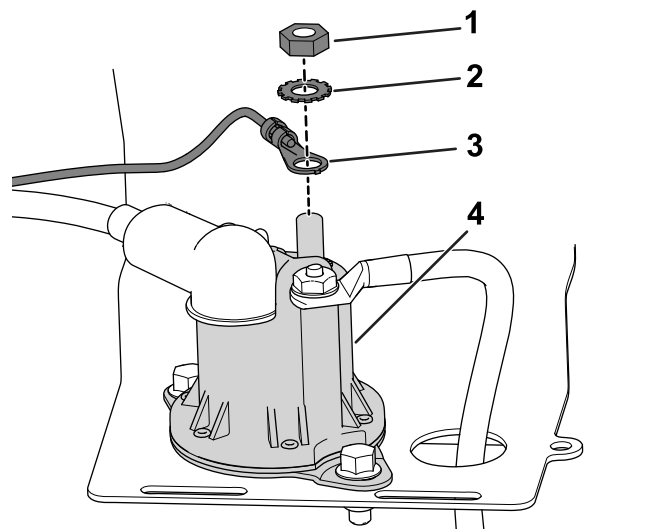

Figura 5
2. Utilize a porca do solenóide e anilha de bloqueio para prender o terminal de anel ao solenóide (Figura 5).